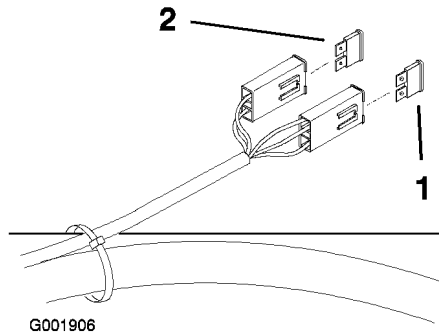

Bild 47
2. Ziehen Sie die Sicherung zum Wechseln heraus (Bild 47).